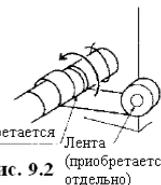

Рис. 9.2
- Зафиксируйте теплоизоляцию в местах соединения труб с помощью липкой ленты (приобретается отдельно), обращая внимание на то, чтобы слой теплоизоляции не имел щелей (Рис. 9.2).